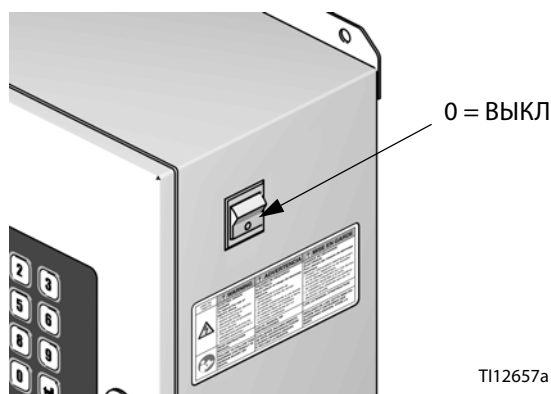

Рис. 116. Выключатель питания
3. Отключите питание ProMix (положение 0). Рис. 116.